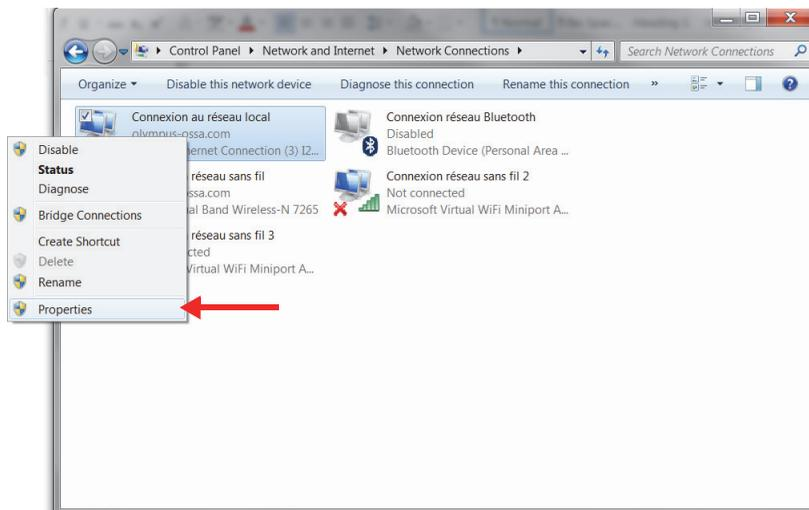

Figura 1-6 Selecionando Propriedades
2. Clique com o botão direito na conexão de rede usada para conectar à unidade FOCUS PX e, em seguida, clique em **Propriedades** (Figura 1-6 na página 29).